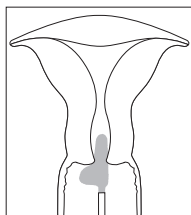

Fig. 1
3. Tenendo il tampone floccato per il manico, inserire il puntale del tampone (il segmento lungo della „L”) all'interno del canale cervicale, lasciando fuori dal canale cervicale la parte più larga del tampone (il segmento corto della „L”); vedere Fig. 1.